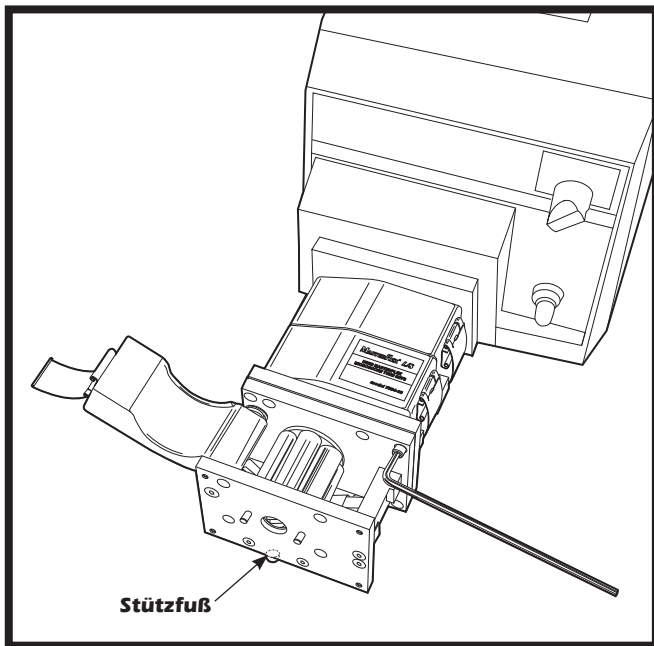

Abbildung 3, Aneinandersetzen von Pumpenköpfen
4. Befestigen Sie die Pumpenköpfe aneinander, indem Sie die vier Schrauben (inbegriffen) in die Löcher an den Ecken einsetzen und festdrehen (Abbildung 3).